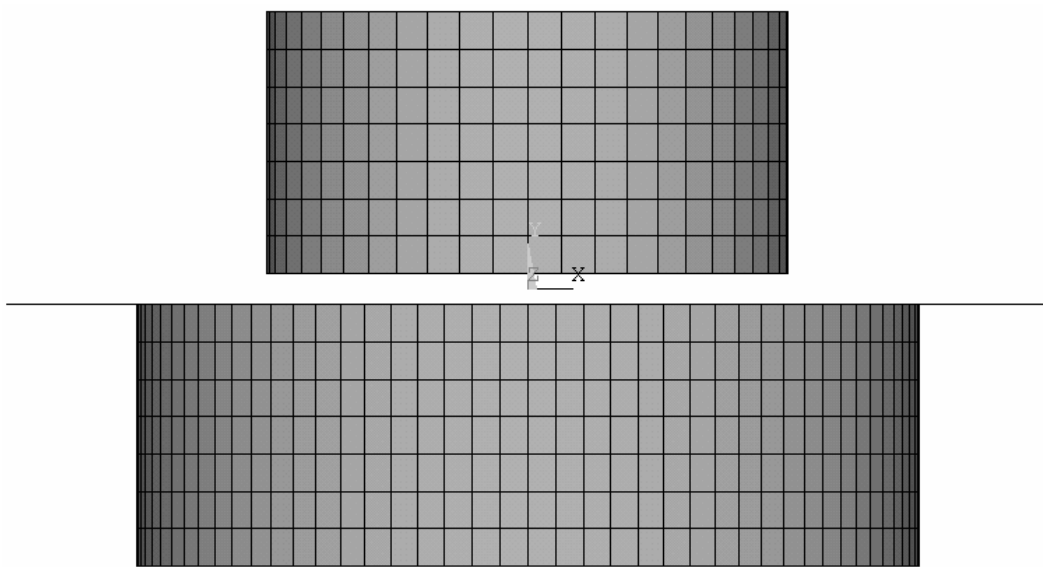

图 10-84 划分网格后的上、下模
(9) 用鼠标框选下模, 注意不要选到钢带。此时 “Mesh Areas” 窗口中的 “Count” = “12”, 然后单击 “OK” 按钮。完成下模的网格划分 (见图 10-84)。